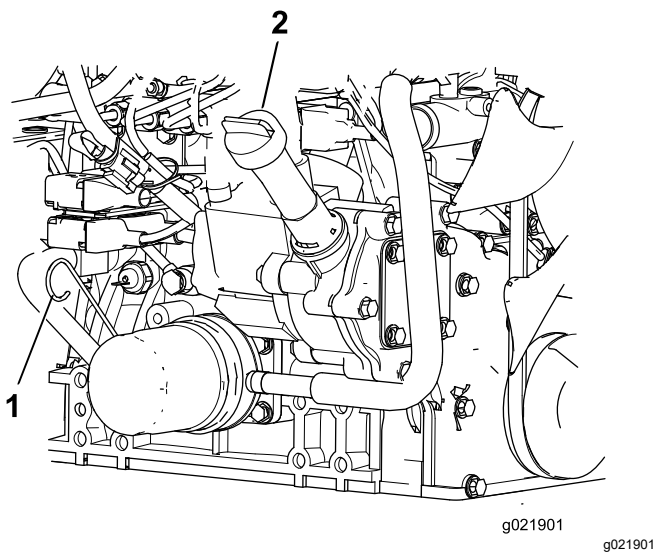

Figure 83
3. Sortez la jauge, essuyez-la sur un chiffon propre, remettez-la dans le goulot de remplissage, puis ressortez-la. Le niveau d'huile doit se situer entre les repères MINIMUM et MAXIMUM (Figure 83).
4. Si le niveau d'huile est trop bas, retirez le bouchon de remplissage et faites l'appoint d'huile jusqu'à ce que le niveau se situe entre les repères MINIMUM et MAXIMUM (Figure 83).